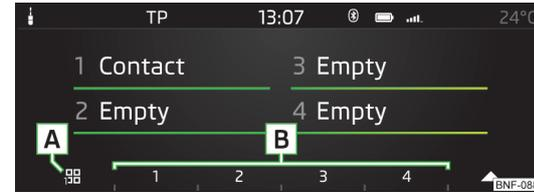

Fig. 112
- Presionar varias veces la tecla de función [A] » fig. 112 para seleccionar el grupo deseado.
- Para iniciar la **conexión**, presionar la tecla de función del contacto [B] » fig. 112 deseado.